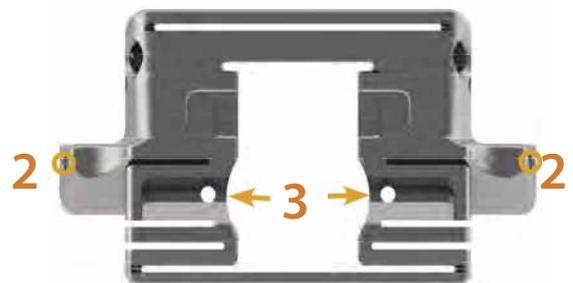

Fig. 32
Fije el Bloque de corte 4 en 1 (Fig. 32) con dos pines al fémur usando los orificios resaltados (2) para ello. Los orificios frontales (3) se usan para cambiar el tamaño femoral a un tamaño mayor o menor. Para este fin, coloque 2 pines en los orificios marcados como 3, saque el Bloque de corte e introduzca el Bloque de corte del nuevo tamaño.